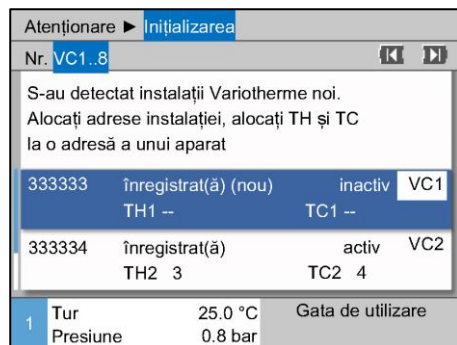

Fig. 23: Alocăți ID-ul modulului.
2. Apăsați tasta și setați adresa modulului VC (→ Fig. 23 ex. VC1)